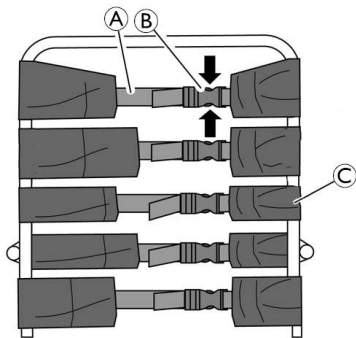

Fig. 4-6
1. Abra las hebillas B presionando los salientes de sujeción (vea las flechas en la Fig. 4-6).